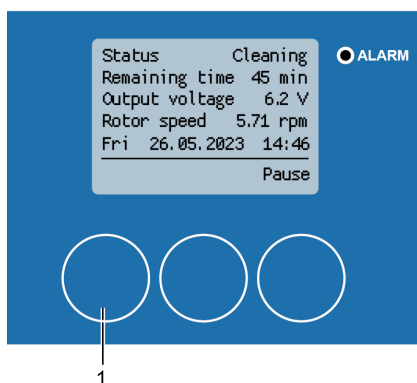

Figura 166: Cancelar el proceso de limpieza
1. Pulse [Cancelar] (Figura 166/1) para cancelar el proceso de limpieza.